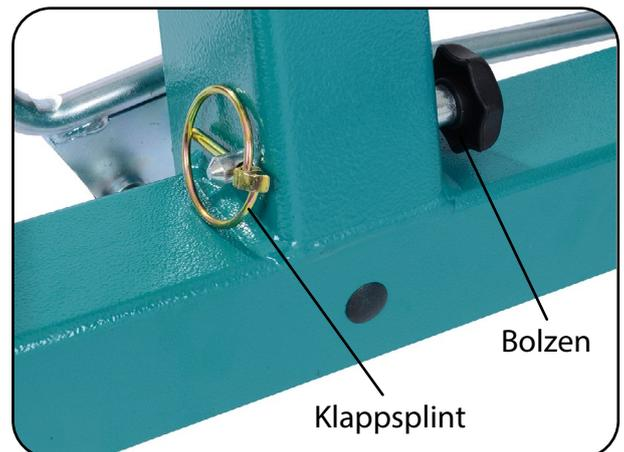

Abb.13.2.02 – Standmastaufnahme
4. Entfernen Sie an der Standmastaufnahme den Klappsplint mit dem Bolzen und klappen Sie den Standmast langsam und kontrolliert nach vorne (Abb. 13.2.02).